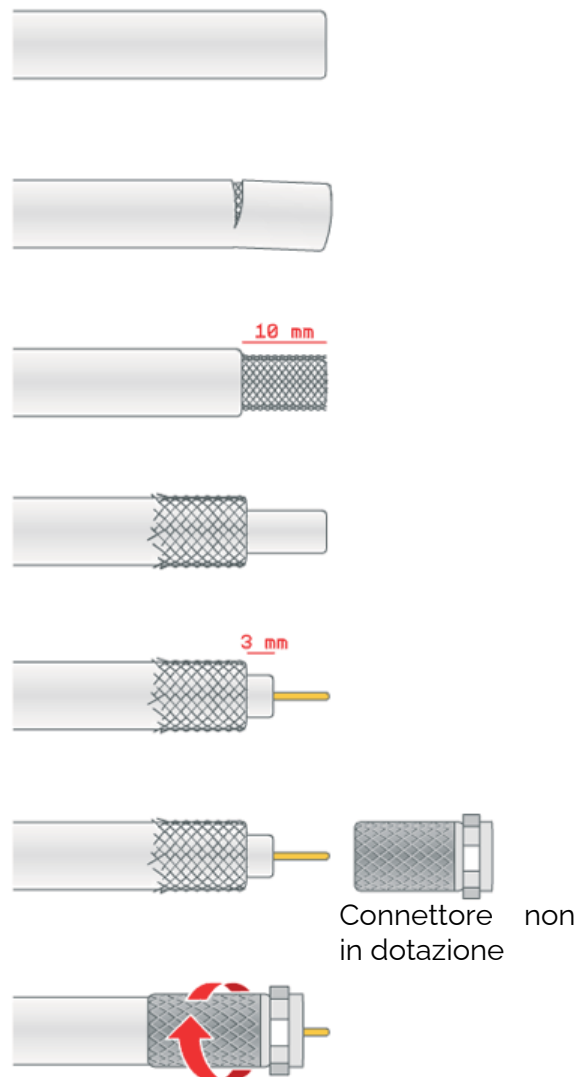

Fig. 13
11. Nel caso dovesse essere necessario accorciare il cavo/i cavi fare riferimento alle istruzioni riportate in Fig. 13.